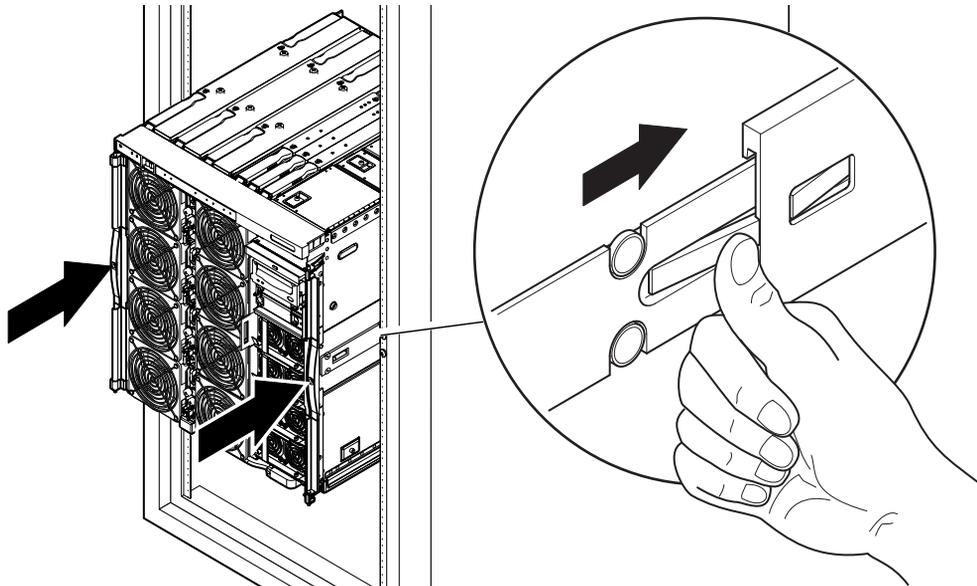

FIGURE 1-13 Installation du serveur dans l'armoire
11. Appuyez sur les bascules vertes de chaque rail et placez le serveur dans l'armoire (voir FIGURE 1-13).